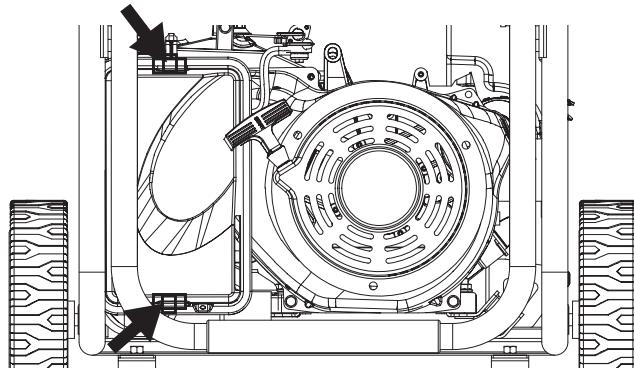

Figure 23 - Agrafes sur le filtre à air
3. Dégrafer les agrafes sur le dessus et le dessous du couvercle du filtre à air (Figure 23)/...